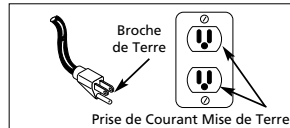

Figure 1 - Méthode de mise à la terre
- Ce produit est conçu pour l'utilisation d'un circuit de 120 volts et a une fiche de mise à la terre comme celle indiquée sur la Fig. 1. Assurer que le modèle est branché à une prise de courant qui a la même configuration que la fiche. Ce produit doit être mis à la terre. Dans l'événement d'un court-circuit, la mise à la terre diminue le risque de secousse électrique en fournissant un fil d'échappement pour le courant électrique. Ce produit est équipé avec un cordon qui a un fil de terre avec une fiiche de terre. La fiche doit être